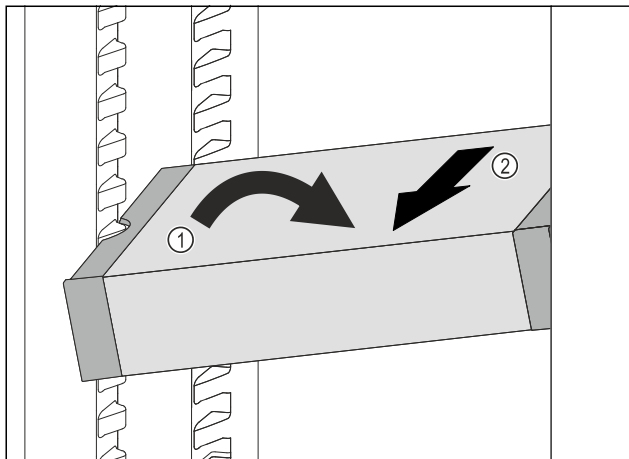

Fig. 104
- ▶ Állítsa ferde helyzetbe a VarioSafe-fiókot a hűtőrészben. Fig. 104 (1)
- ▶ Előrefelé vegye ki a VarioSafe-fiókot. Fig. 104 (2)